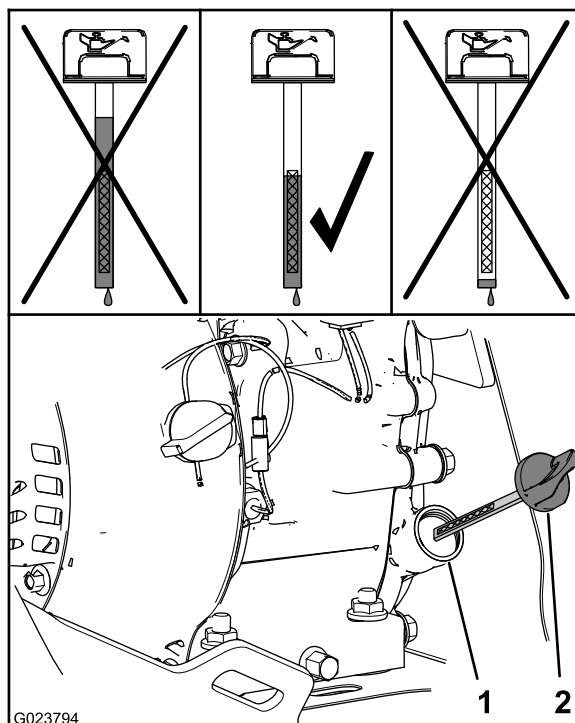

Рисунок 25
2. Извлеките масломерный щуп и проверьте уровень масла (Рисунок 25).
**Примечание:** Уровень масла должен доходить до верхней отметки на щупе (Рисунок 25).
A. Залейте масло указанного типа в заливную горловину (Рисунок 25).